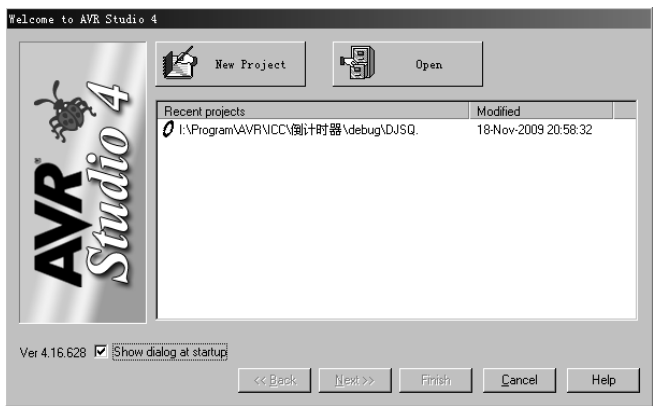

图 1-22 AVR Studio 初始弹出界面
(1) 打开 AVR Studio 软件，在弹出的界面中单击 Cancel 按钮，如图 1-22 所示。